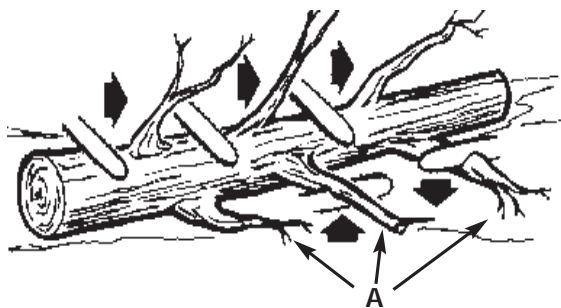

Fig. 16
El desramado es el proceso por el cual se remueven las ramas de un árbol caído. No remueva las ramas de soporte (A) hasta que el tronco es aserrado (cortado) en piezas (Fig. 16). Las ramas bajo tensión deberán ser cortadas desde abajo para evitar el doblado de la sierra-de-cadena.